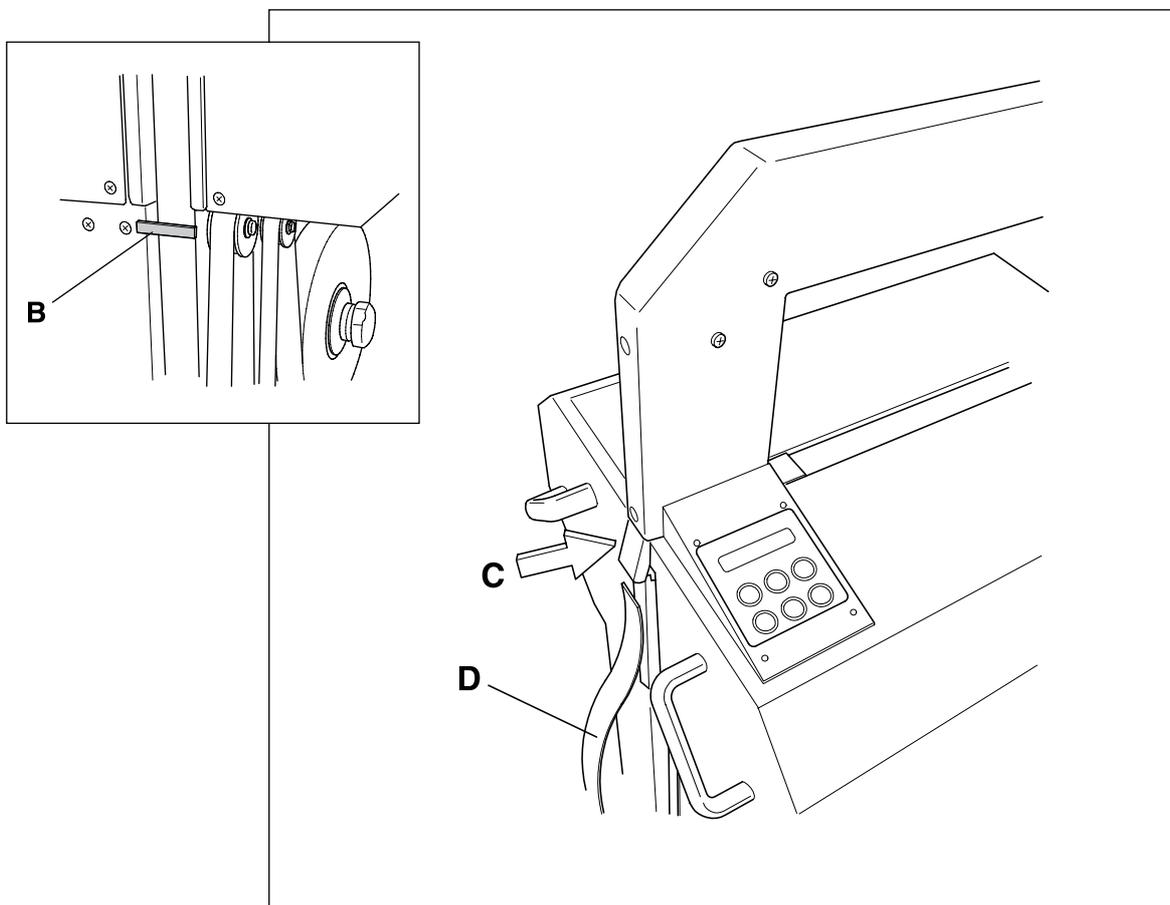

Fig. 4
Mettere il nastro intorno ai rulli sintetici comeda-figura 3 e farlo passare attraverso il freno-nastro(B) vedi fig.4.